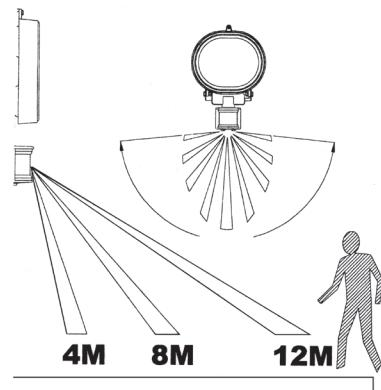

Fig. 1A
- Passende monteringshøyde er 1,8 til 2,5 meter over det området som skal blyses (Fig. 1A).
- Reflektoren må ikke rettes mot reflekterende overflater som f.eks. hvite vegger eller svømmebasseng. Strålekasterens virkeområde (maks. 12 m ved 180°, Fig. 1A) kan variere avhengig av monteringshøyde og plassering. Forandring i temperatur kan virke inn på sensorens rekkevidde.